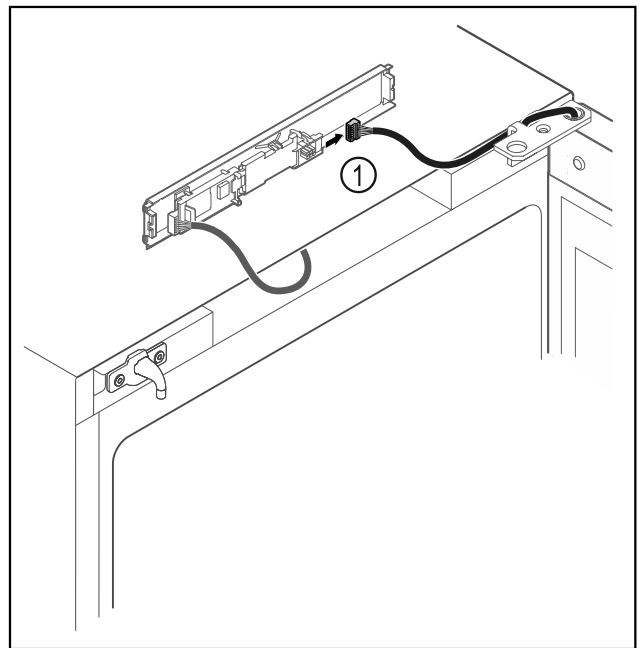

Fig. 12
- Húzza ki a dugót Fig. 12 (1) a NYÁK-ból.